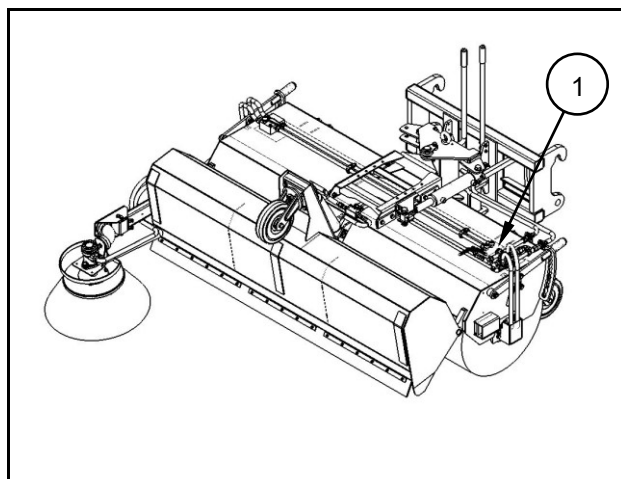

Fig. 6.1
- Luk stophanen (1) til dræncylinderen (fig. 6.1) (skal pege mod det bageste hjul).